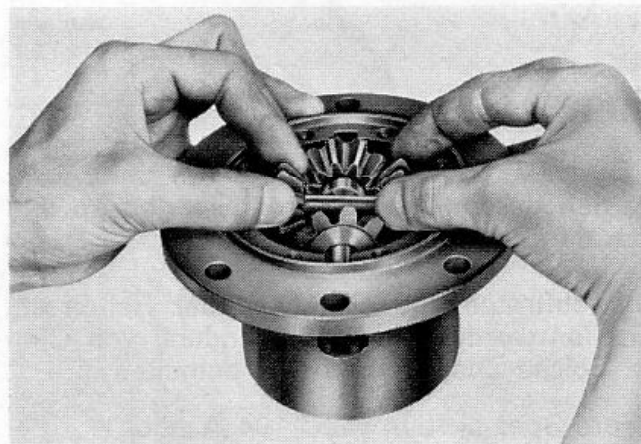

Abb. 3
3. Differentialachsen (10) mit den Ausgleichskegelrädern (9) aus dem Gehäuse ziehen (Abb. 3).